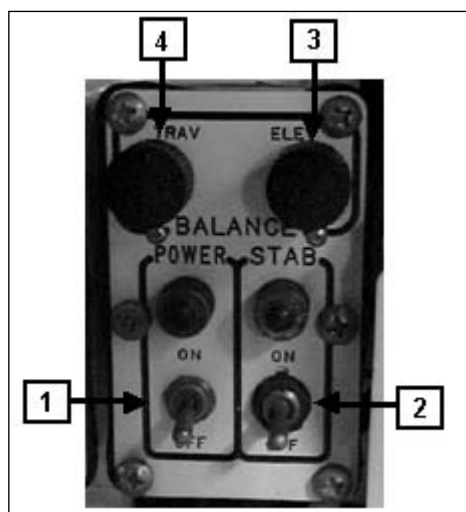

Fig 4-118. Dispositivo de seleção e controle da estabilização
a. Dispositivo de seleção e controle da estabilização (Fig 4-118)
(1) O dispositivo de seleção e controle da estabilização está localizado no lado direito da caixa de controle de fogo e permite ao At controle para ligar e desligar a estabilização, selecionar seu modo de funcionamento e realizar ajustes no seu balanceamento inicial.
(2) Chave geral (POWER) (1) - ao ser acionada (posição ON) energiza os sensores, a unidade controladora e o resfriador da estabilização.
(3) Chave da estabilização (STAB) (2) - ao ser acionada (posição ON), fecha os circuitos da válvula solenóide e da unidade controladora e desconecta o freio magnético e o circuito de corte da elevação. Quando a chave geral está acionada e a chave da estabilização está desligada (posição OFF), o sistema estará na situação de espera, pronto para ser acionado.
(4) Reostato de direção (TRAV) (3) e elevação (ELEV) (4) - destinam-se a anular pequenos movimentos que o sistema possui ao ser acionado.